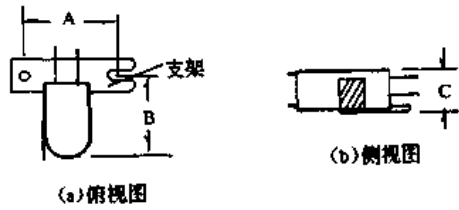

图 16-8 磁头主要尺寸示意图
(3)选购磁头方法:一是选择磁头工作面小且表面光洁度高的;二是阻抗接近,用万用表当场测试确定;三是各种尺寸相同或相差很少,磁头的主要尺寸如图 16-8 所示,第一个尺寸是支架上两个安装孔的中心距离 A,要求与原磁头基本相等,如不等则磁头无法固定在机上。第二个尺寸是磁头工作面到支架的垂直距离 B,